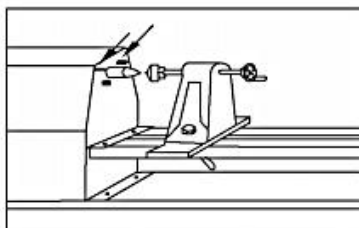

Figure 2
3. Draai de vier zeskantbouts rond het aandrijfcentrum los (zoals in afbeelding 2).